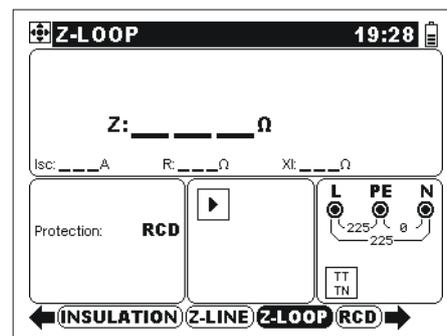

Abb. 5.19: Fehlerschleifenimpedanz
- ❑ Schließen Sie die Prüfleitungen an die zu prüfende Anlage an (siehe Abb. 5.19).